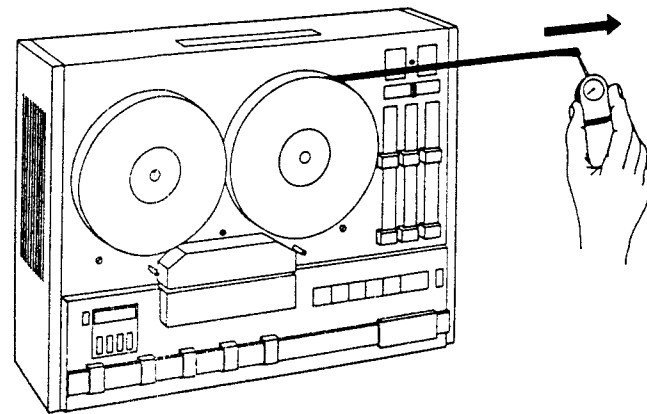

Fig. 17
- Die Bremskraft vom linken und vom rechten Spulenteller muss ungefähr 600 g betragen (Kraft x Strahl des aufgewickelten Bandes) (siehe Abb. 17).